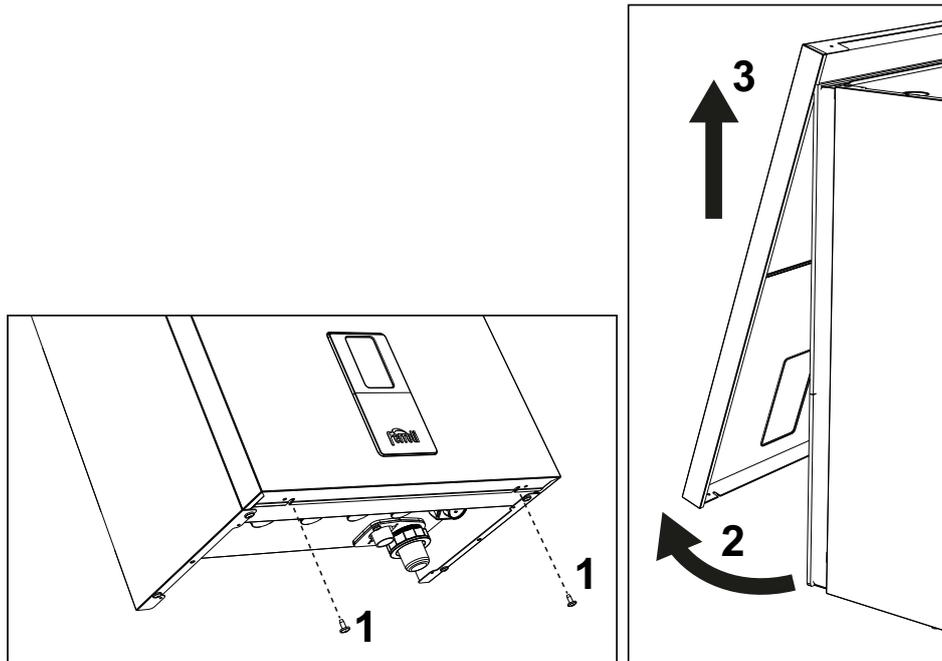

рис. 41- Открытие передней панели
1. Открутите винты "1" (см. рис. 41).